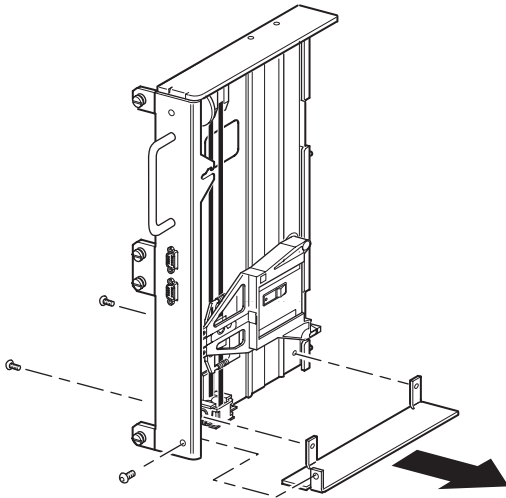

Figura 2-13: Rimozione della piastra inferiore dall'unità PTM di base
1. Rimuovere la piastra inferiore dall'unità PTM di base (vedere la Figura 2-13).
3. Inserire una graffetta per la carta di grandi dimensioni nei fori della base della puleggia folle per impostare su zero la tensione della puleggia folle (vedere la Figura 2-13).